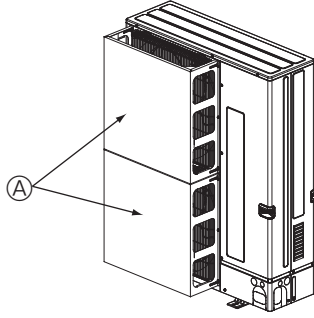

Fig. 2-5
- ② Ünite, tayfun ve bunun gibi nedenlerden oluşan güçlü rüzgarların doğrudan hava çıkışına girebileceği bir yere monte edilmişse, isteğe bağlı olarak sağlanan bir hava koruma kılavuzu monte edin. (Fig. 2-5)